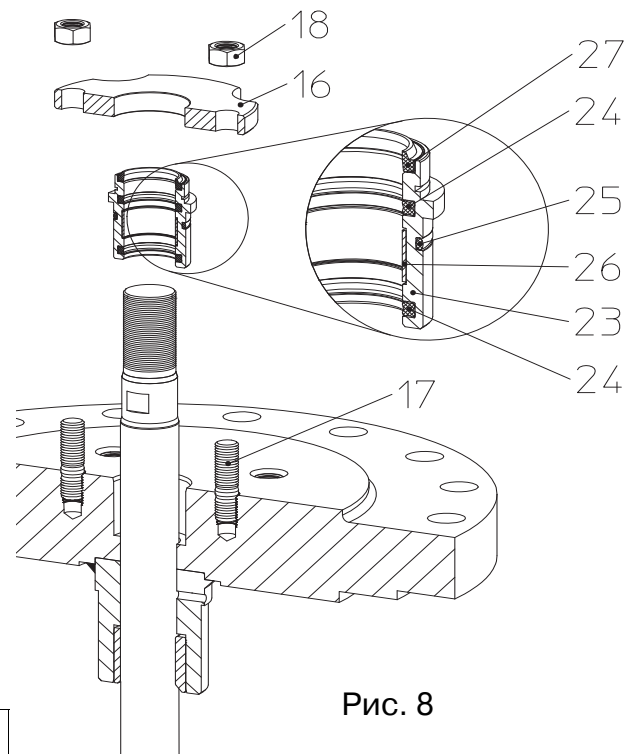

Рис. 8
- При замене уплотняющих элементов (поз. 24, 25) следите за правильным порядком установки и положением отдельных деталей (см. Рис. 8).